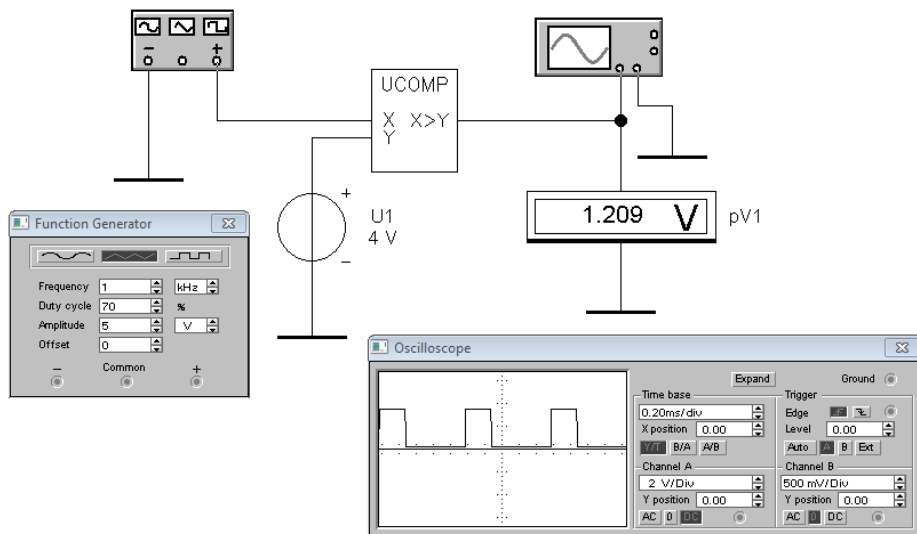

Рис. 2 Виртуальная схема устройства
Схема виртуального устройства показана на рис. 2. В ней на компаратор UCOMP одновременно подаются два сигнала: треугольное напряжение с источника импульсов и постоянное – с источника постоянного напряжения U_1 . На выходе компаратора можно наблюдать прямоугольные импульсы, а также величину постоянной составляющей напряжения.
1. Собрать виртуальную схему устройства, показанную на рис. 2.